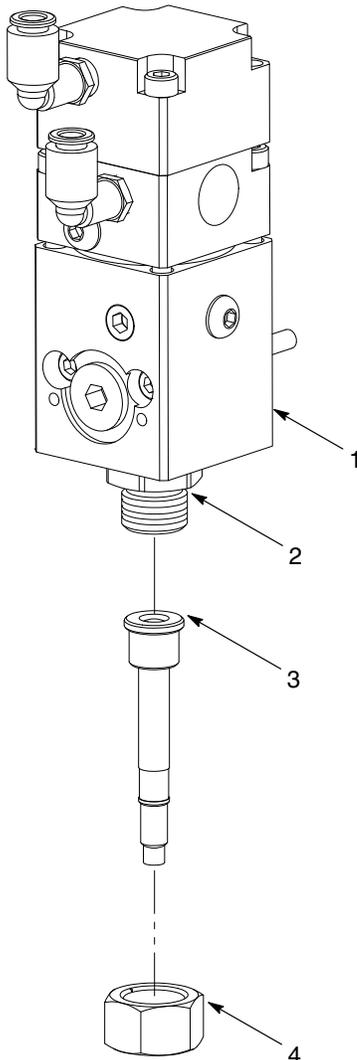

Abb. 7 Typische Düseninstallation
1. Siehe Abb. 7. Das Gewinde (2) am Auftragskopf (1) mit einem Fett einfetten, das mit dem Auftragsmaterial kompatibel ist.
2. Düse (3) mit der Düsenmutter (4) installieren. Düsenmutter gut anziehen.
4. Siehe Abb. 7. Vorsichtig Düsenmutter (4) und Düse (3) vom Auftragskopf (1) abnehmen. Die Düse und das Gewinde des Auftragskopfes (2) mit einem kompatiblen Lösungsmittel reinigen.
5. Gewinde des Auftragskopfes (2) mit einem kompatiblen Fett bestreichen.
6. Düse (3) mit der Düsenmutter (4) installieren. Düsenmutter gut anziehen.